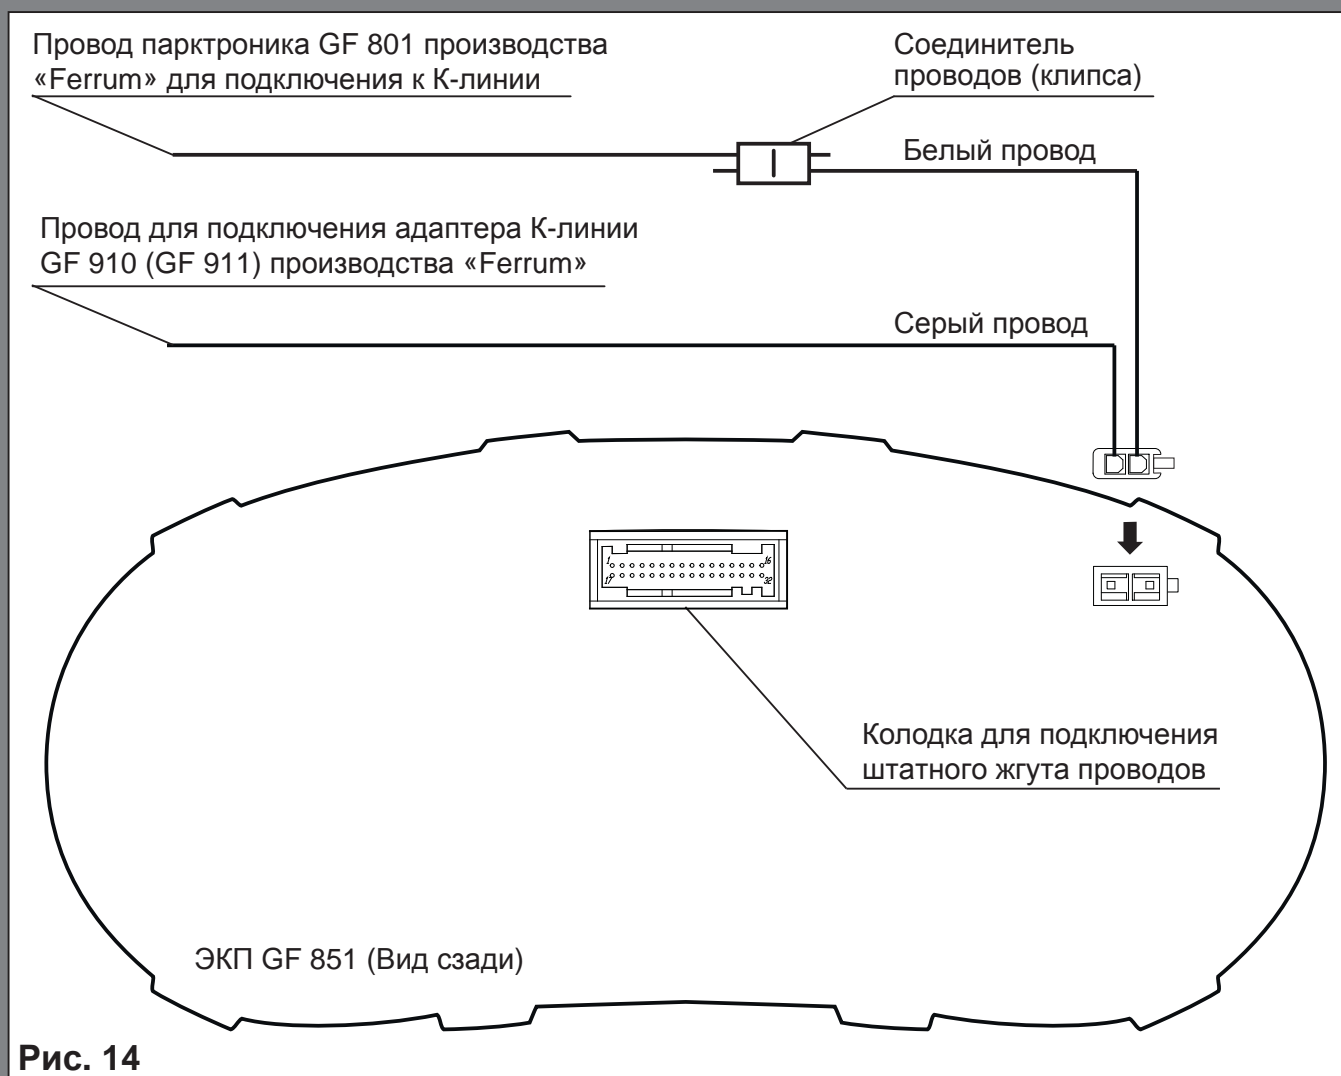

Рис. 14
- 2.1.8 Подключите комплектный жгут проводов к гнезду ЭКП (Рис. 14, стр. 14).
- 2.1.6 Подключите штатную колодку жгута проводов к колодке устанавливаемой ЭКП GF 851 (Рис. 14, стр. 14).
- 2.2.1 Подключить провод «К-линии» парктроника GF 801 к белому проводу, идущему от 2-х клеммной колодки ЭКП (Рис. 14, стр. 14), а не к «колодке для БК», как это указано в «Руководстве по эксплуатации для GF 801». Соединение проводов выполняется клипсой, входящей в комплект парктроника GF 801.
3.1.3 K-Line-адаптер GF 911 (GF 910) должен быть подключен к бортовой сети автомобиля (чёрный провод массы «-» к кузову автомобиля, один из красных проводов к +12 В). Серый провод адаптера GF 911 (GF 910) должен быть соединён с серым проводом «К-линии» ЭКП GF 851. (Рис. 14 , стр. 14). Разъем блока питания 12В (Рис.12, стр. 13) используется для обновления ПО вне автомобиля.